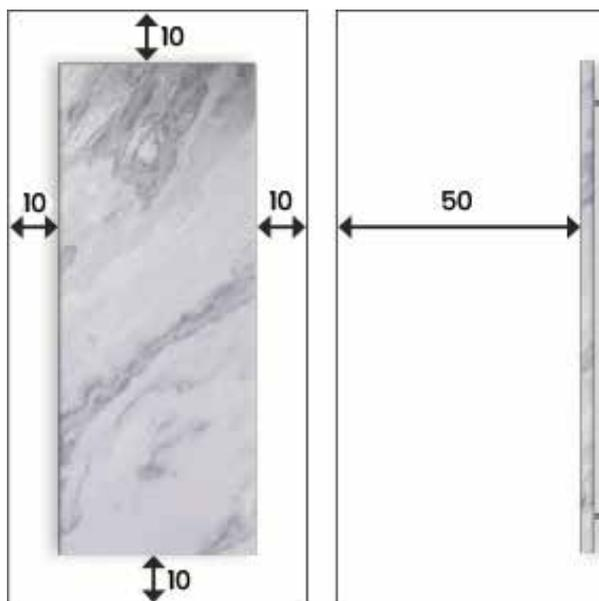

Fig. 01 : distances minimales en cm
- Les distances minimales indiquées sur la Fig. 01, notamment par rapport aux objets facilement inflammables, tels que les rideaux, les meubles rembourrés, etc., ne doivent pas être inférieures.